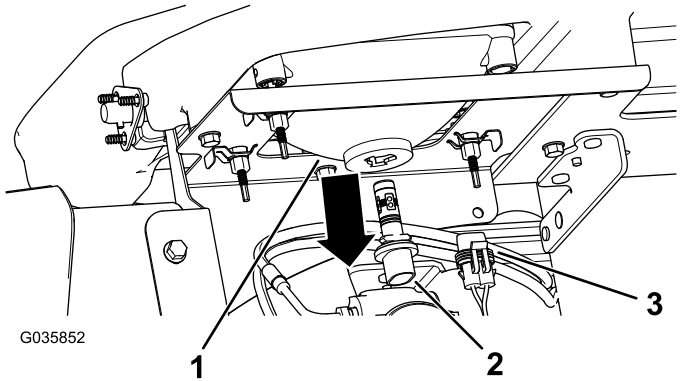

图 41
3. 从大灯外壳后面灯总成的接头断开线束的电气接头 图 41。
4. 将灯总成逆时针旋转 1/4 圈然后向后移动移出大灯外壳 图 41。
5. 插入新灯总成和大灯外壳将灯总成上的标签与大灯外壳中的槽对齐 图 41。
6. 将灯总成顺时针旋转 1/4 圈进行固定 图 41。
7. 将线束的电气接头与新灯总成的接头连接 图 41。